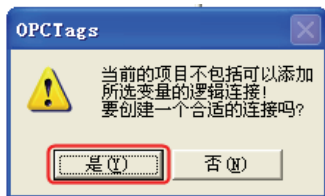
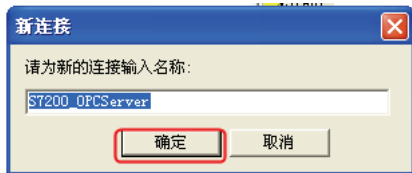

图 10-29 添加连接 (1)
图 10-30 添加连接 (2)
4) 添加连接。单击“是”按钮，如图 10-29 所示，弹出如图 10-30 所示的对话框，输入连接名称为“S7200 OPCServer”，单击“确定”按钮。